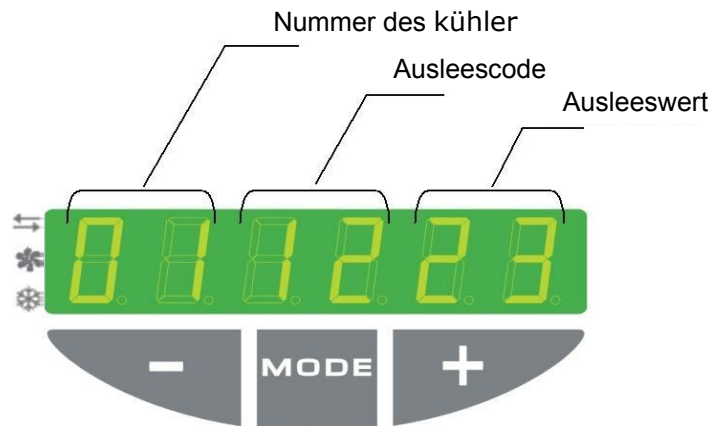

Abbildung 3.2: Display der ROOFTOP400.
5. Display; die LED an der linken Seite zeigt die Funktion siehe auch Abbildung 3.2: